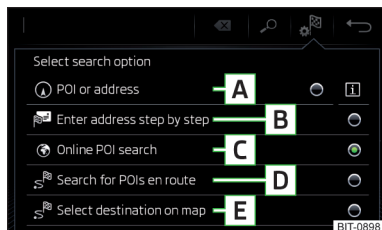

Fig. 169
Suprafețe de comandă funcții » fig. 169
- Apoi atingeți suprafața de comandă funcții a uneia dintre opțiunile de meniu pentru căutarea destinației **A**, **C** sau **D** » fig. 169 la pagina 149.
- ▶ Apoi atingeți suprafața de comandă funcții **[B]** » **[E]** » fig. 169 la pagina 149.